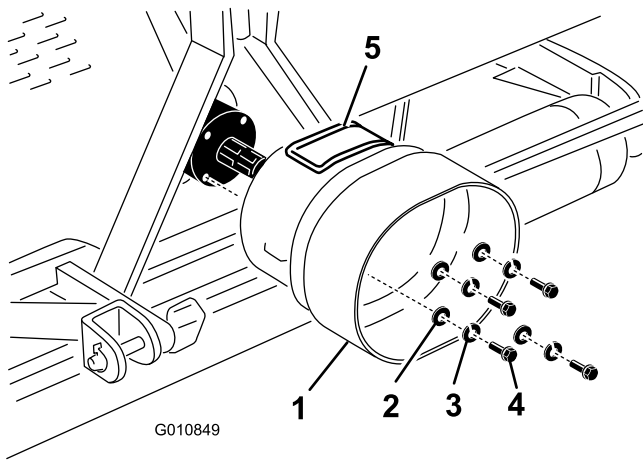

图19
1. 卸下固定至打孔机齿轮箱后部的 4 个螺栓、锁紧垫圈和扁平垫圈 (图19)。
2. 用之前卸下的紧固件将 PTO 护罩安装到打孔机齿轮箱上 (图19)。安装 PTO 护罩时, 应确保检修门 (图19) 朝向上面或侧面, 具体取决于打孔机机架配置。
注意: 检修门 (图19) 可以打开, 以便拆装 PTO 轴安装紧固件。